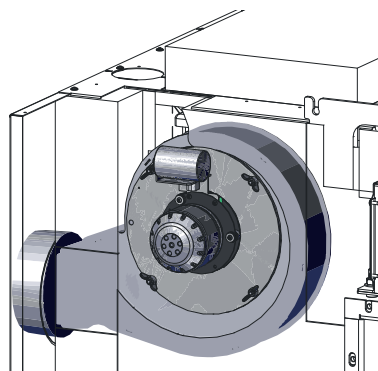

Fig. 27 Montare e collegare l'aspiratore
- ▶ Riavvitare l'aspiratore fumi con 4 dadi ad alette e collegare il cavo – Fig. 27.